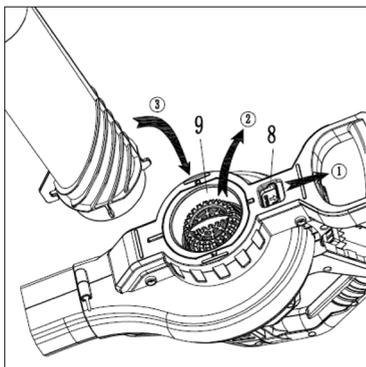

Abbildung 6
- Ziehen Sie den unteren Verriegelungsknopf (Abb. 6 / Position 8) in Richtung OPEN / AUF, nehmen Sie die Einlasshaube (Abb. 6 / Position 9) heraus, schieben Sie dann das komplette Saugrohr in das Motorgehäuse und lassen Sie den unteren Verriegelungsknopf wieder in den verriegelten Zustand zurückspringen.